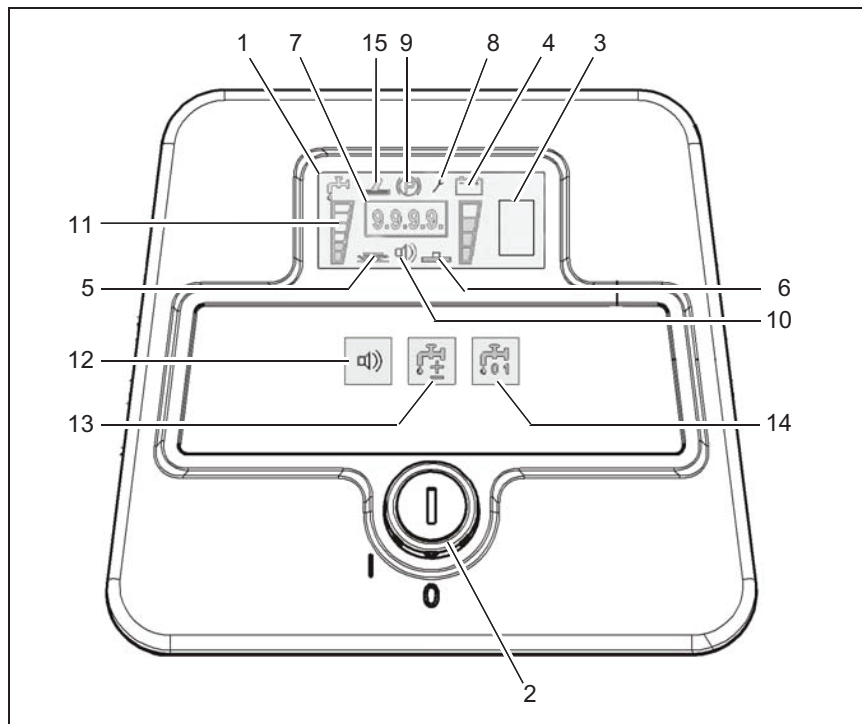

Fig.4
2. Abaisser le suceur avec le levier (Fig. 4/3). La turbine d'aspiration se branche automatiquement.
5. Abaisser la tête de brosses avec la pédale (Fig. 4/9).
6. Régler la vitesse de travail et le sens du déplacement au moyen du levier de marche (Fig. 4/1). Le cas échéant, augmenter la pression des brosses avec la pédale (Fig. 4/10).
### Afficheur (Fig. 4/1)
### Interrupteur à clé (Fig. 4/2)
### Témoin de charge (Fig. 4/3)
### Affichage du niveau de charge (Fig. 4/4)
### Symbole de l'entraînement des brosses (Fig. 4/5)
### Symbole de l'entraînement de la turbine d'aspiration (Fig. 4/6)
### Compteur d'heures de fonctionnement (Fig. 4/7)
### Témoin de maintenance (Fig. 4/8)
### Symbole du frein de parking (Fig. 4/9)
### Symbole du kit de silence (option) (Fig. 4/10)
### Symbole du dosage d'eau propre (Fig. 4/11)
### Touche du kit de silence (option) (Fig. 4/12)
### Touche du dosage d'eau propre (Fig. 4/13)
### Touche de l'alimentation en eau propre Marche/Arrêt (Fig. 4/14)
### Symbole pour l'outil balayeur-aspireur (option) (Fig. 4/15)